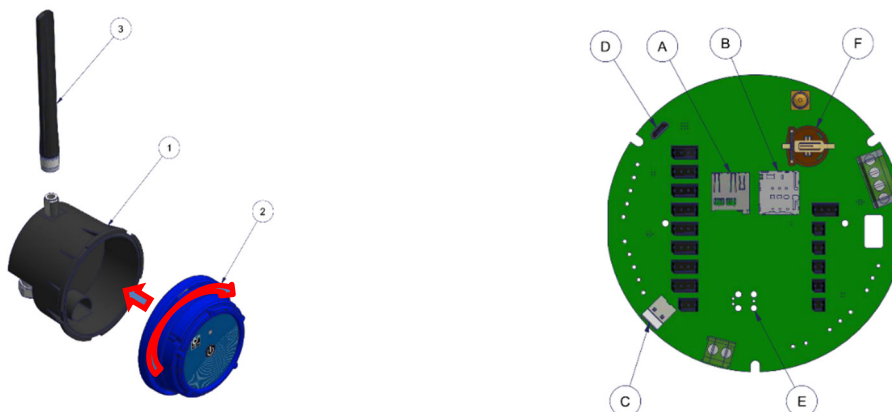

Figure 3 Assemblage corps (1) & tête (2)
1. Connectez l'antenne (3) au produit (si présente) (1).
2. Insérez la carte SIM dans le socle (si présente) (B).
3. Fermez le corps (1) en tournant la tête (2), voir Figure 3 ci-dessous.  **Aucun effort ne doit apparaître !** Si les deux parties du boîtier ne s'emboîtent pas correctement, assurez-vous qu'il n'y a pas de fils pincés ou débris présents.